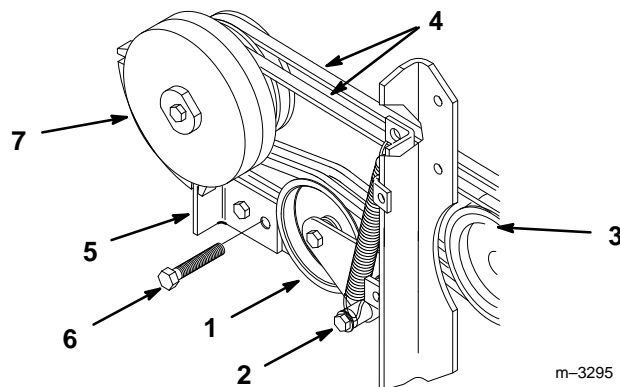

Abbildung 47
1. Die federbelastete Führungsrolle gegen die Riemen halten und die Feder nach unten ziehen, um sie von der unteren Schraubenfassung abzunehmen (Abb. 47).
2. Die Führungsrolle nach unten drücken, um die Spannung auf die PTO-Riemen zu reduzieren, und die Riemen von der Getriebe-Riemenscheibe abnehmen (Abb. 47).
3. Die Kupplungsanschlags-Halteschrauben entfernen und den Kupplungskabelbaum lösen (Abb. 47). Die Riemen von der Kupplung abnehmen.
5. Die federbelastete Führungsrolle gegen die Riemen halten und die Feder nach unten ziehen, um sie an der unteren Schraubenfassung zu befestigen (Abb. 47).
6. Den Kupplungsanschlag anbringen (Abb. 47). Die Halteschrauben fest anziehen.